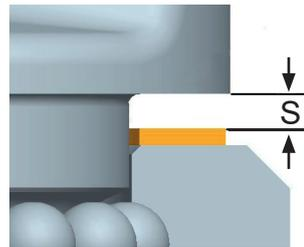

Abb. 6: Abstand zwischen Ober- und Unterteil
- Das Maximalspiel „S“ zwischen Ober- und Unterteil des So-PowerPoint® darf nicht überschritten werden (Abb. 6):
- So-PP-...3,5t (4) bis So-PP-...8t (10) max. 2,5 mm